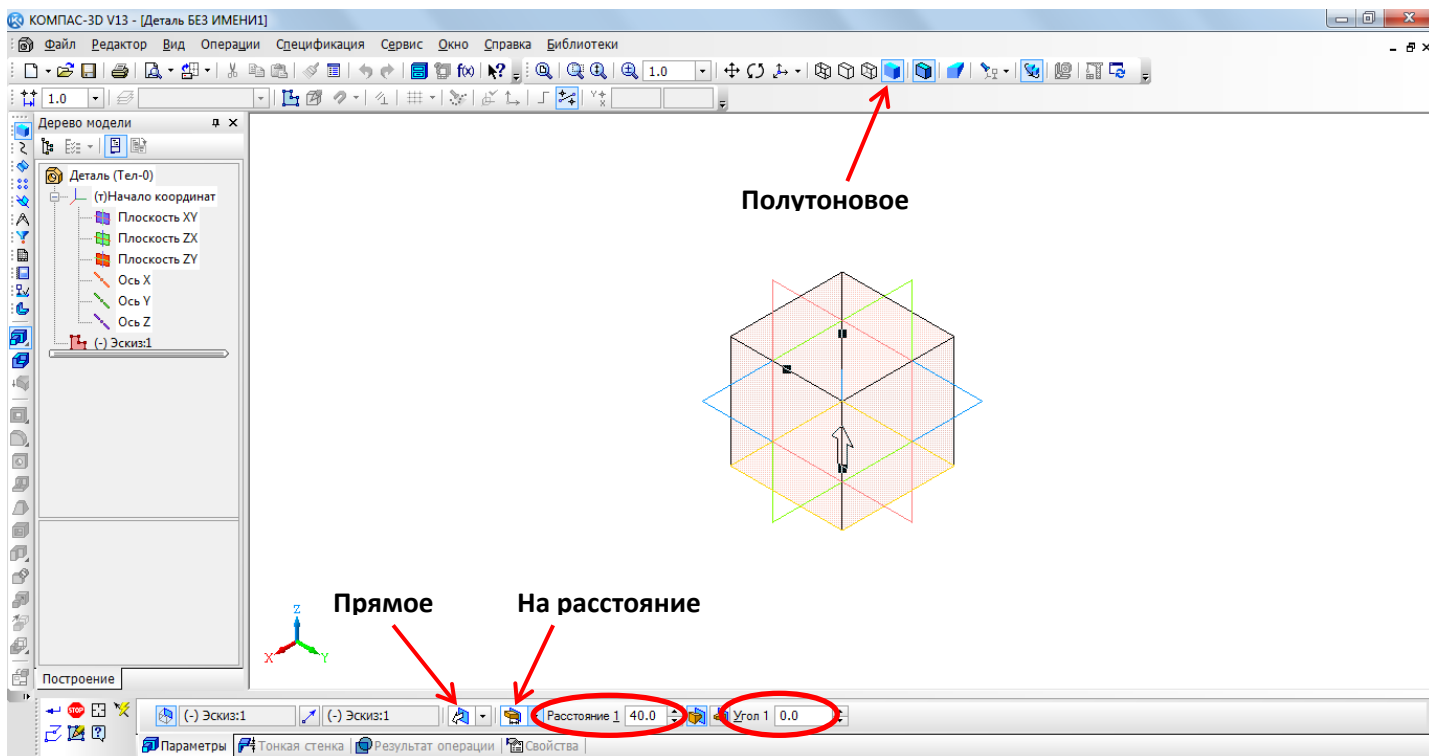

Рис. 3. Управление параметрами элемента
- на панели **Свойств** на вкладке **Параметры** укажите **прямое** направление выдавливания (вверх), глубина выдавливания – **на расстояние**, в поле **Расстояние 1** введите 40 мм, **Угол 1** равен 0° (границы куба вертикальны) (рис. 3);